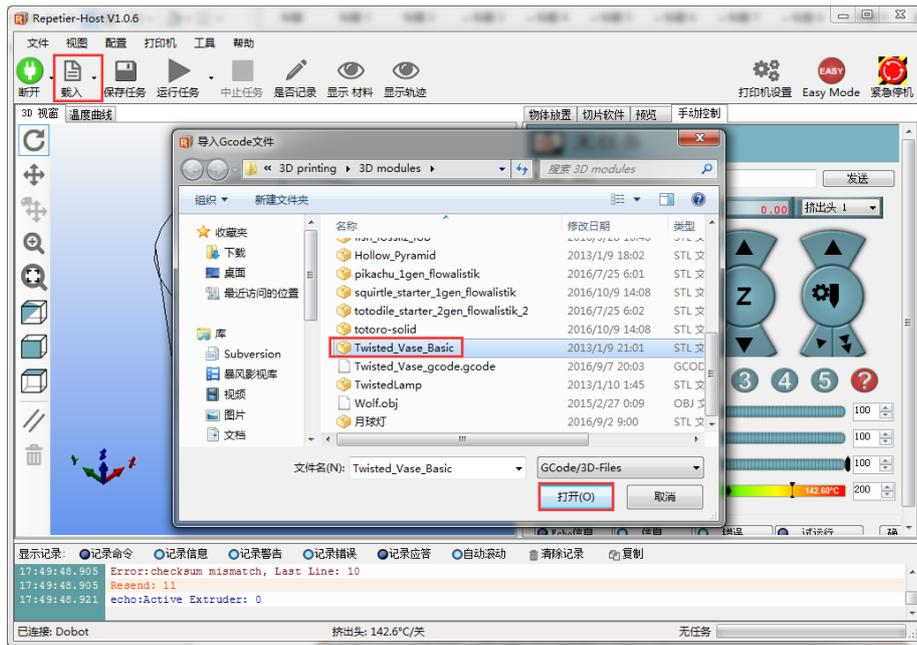

图 5.118 导入 3D 模型
**步骤 5** 单击“载入”，导入已准备的3D模型，如图 5.118所示。当前3D打印使用的是通用的stl格式，用户可以自己设计3D模型并转化为stl格式。